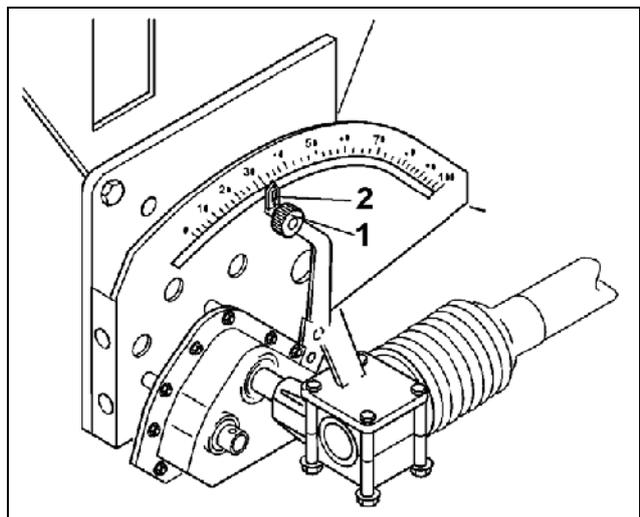

Fig. 82
- Desserrez le boulon moleté d'arrêt (Fig. 82/1) du levier sélecteur.
- Déplacez le levier sélecteur (Fig. 82/2) pour amener son index sur une des positions suivantes :
- Resserrez le bouton moleté d'arrêt (Fig. 82/1):